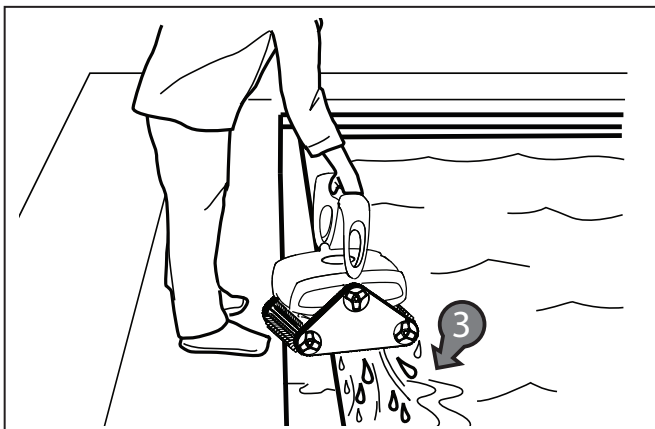

Figura 15. Saque el limpiador de la piscina usando la manija
3. Sujete el limpiador en posición vertical sobre la superficie de la piscina para drenar el agua antes de sacarlo (vea la figura 15).